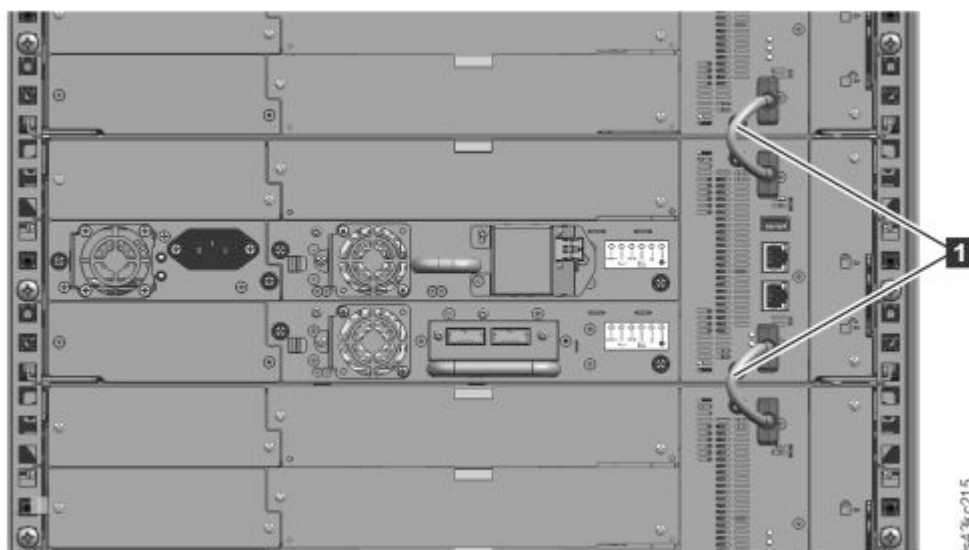

Figura 47. Módulos conectados
5. En la parte posterior de la biblioteca, conecte los módulos de cada par en su módulo adyacente utilizando los cables de interconexión de expansión (**1**) como se muestra en Figura 47 en la página 53.